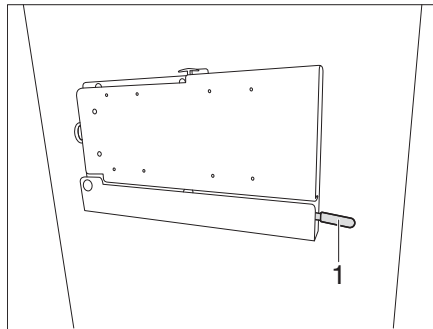

Bild 125 Fäste med ledad arm (variant 3)
- Tryck ner spaken (Bild 125,1).
- Skjut upp spaken (Bild 125,1) igen för att spärra.